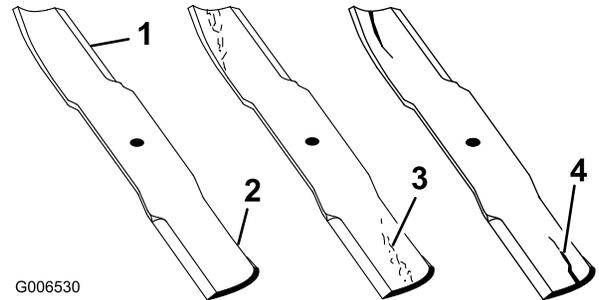

Figure 48
1. Examinez le tranchant des lames (Figure 48).
2. Inspectez les lames, surtout la partie relevée (Figure 48).
Remarque: Remplacez immédiatement toute lame endommagée, usée ou qui présente une entaille (repères 3 et 4 de la Figure 48).